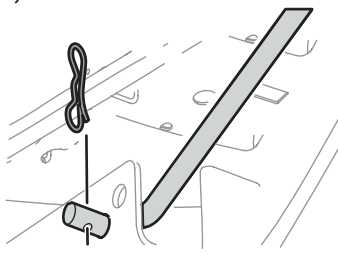

Figura 23
- Tire del pasador de chaveta hacia afuera de la varilla de elevación delantera de la plataforma que la sujeta a la plataforma. Consulte la Figura 23. Saque la varilla de elevación de la plataforma del soporte de suspensión delantera.